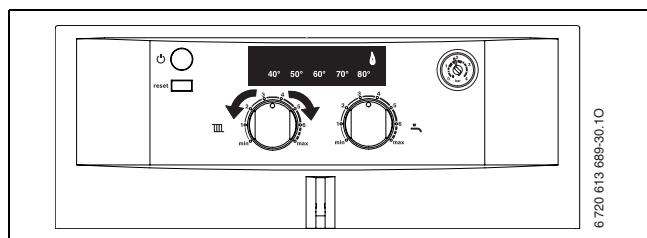

Рис. 32
- ▶ Отвернуть уплотнительный винт измерительного штуцера давления перед форсунками (1) (→ стр. 32) и подсоединить U-образный манометр.
- ▶ Установить регулятор температуры горячей воды  в среднее положение (→ рис. 32).